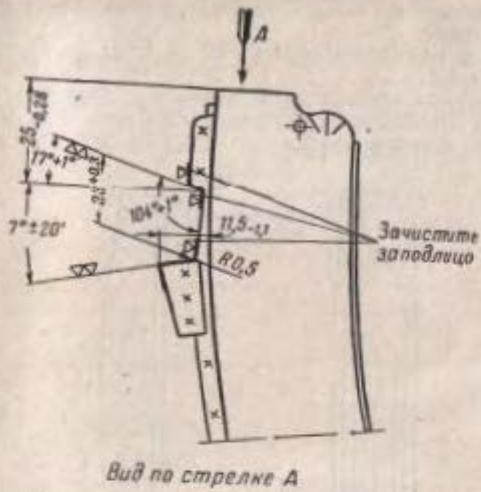

Рис. 153. Обработка упоров магазина
(II) Наплавить на изношенные рабочие грани упоров электродуговой сваркой слой металла электродом Э42-3 и обработать (рис. 153).